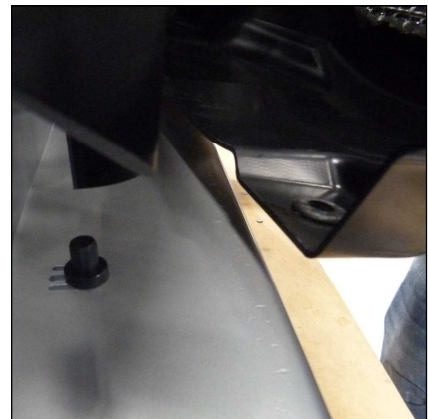

Abb. 2 - Aufsteckstutzen
- Lüfterabdeckung positionieren, Aufsteckstutzen beachten (Abb. 2).